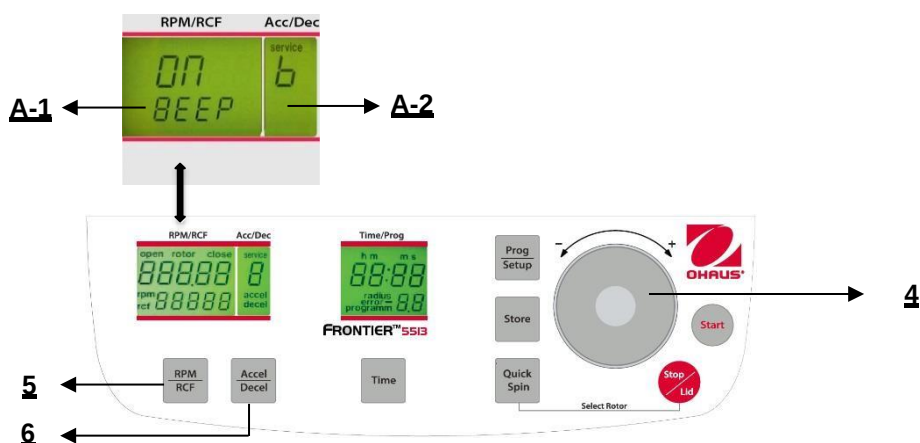

Figure. 30
Poursuivre conformément à la description du paragraphe 4.1.2 pour entrer dans ce mode de programme et appuyer ensuite sur la touche **"Accel/Decel"** (6). Sur l'affichage **"Acc/Dec"** (A-2), le mot **"Service"** clignote. Sélectionner maintenant la lettre **"B"** avec le cadran de réglage (4). Ceci entraîne l'apparition des mots **"ON/BEEP"** sur l'affichage **"RPM/RCF"** (A-1). Après avoir appuyé sur la touche **"RPM/RCF"** (5), l'utilisateur peut mettre le son du clavier sur Marche ou sur Arrêt avec le cadran de réglage (4). (voir la figure 30). Après avoir mémorisé les réglages (voir 4.1.2), vous pouvez revenir au mode de programmation normale en mettant hors tension la centrifugeuse pendant un court moment.